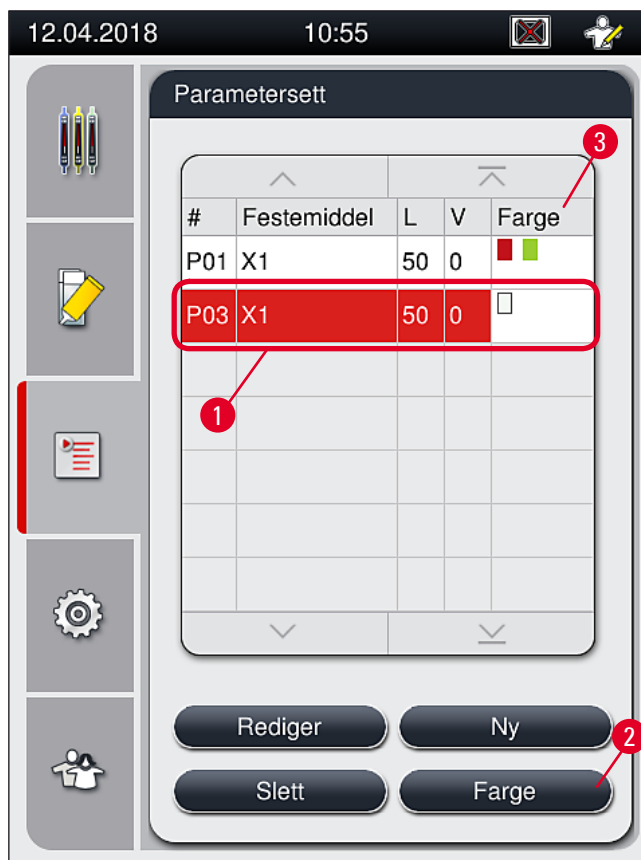

Fig. 44
1. I parametersettmenyen (→ Fig. 44) trykker du på den tilsvarende registreringen for å velge parametersettet som en stativhåndtaksfarge skal tilordnes til (→ Fig. 44-1).